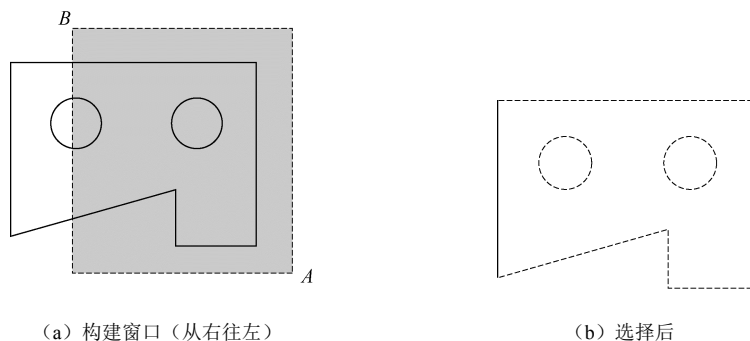

图 2-24 窗交方式选择对象
(3) 窗交方式。操作方式类似于窗口方式。不同之处是在窗交方式下，与窗口相交的对象和窗口内的所有对象都在选中之列，如图 2-24 所示。操作时应先拾取右下（或右上）角点，后拾取左上（或左下）角点，即应从右往左构建窗口。